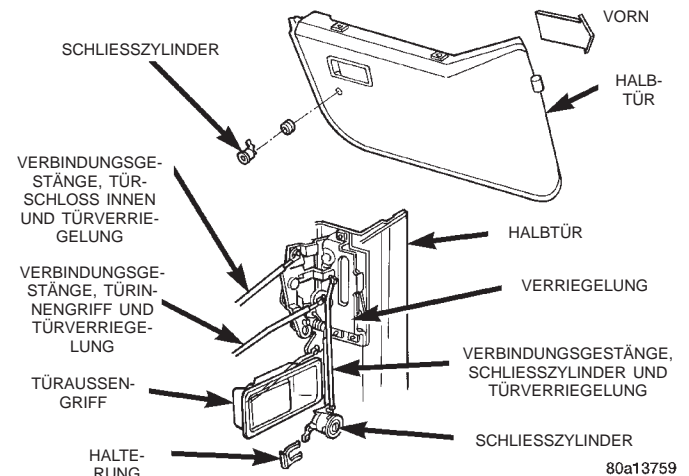
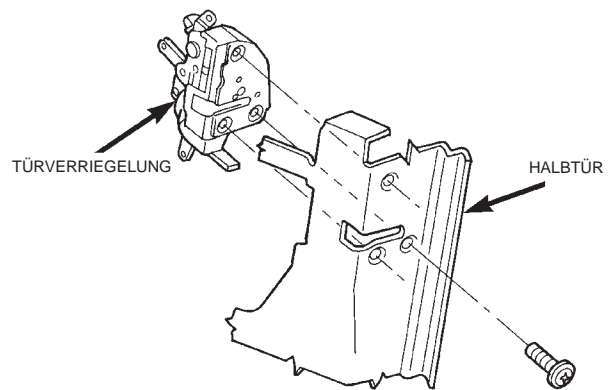

Abb. 36 Halbtür — Verbindungsgestänge der Türverriegelung
Abb. 37 Türverriegelung
(3) Verbindungsgestänge zwischen Schließzylinder und Türverriegelung aushängen (Abb. 36).
(4) Halteclip des Schließzylinders austrasten.
(5) Schließzylinder aus der Tür ausbauen.
(1) Türverkleidung abbauen.
(2) Verbindungsgestänge zwischen Schließzylinder und Türverriegelung aushängen (Abb. 36).
(3) Verbindungsgestänge zwischen Verriegelungsknopf und Türverriegelung aushängen.
(4) Verbindungsgestänge zwischen Türaußengriff und Türverriegelung aushängen.
(5) Mit einem Hartkunststoffstab oder einem ähnlichen Werkzeug die Türdichtung an der Türverriegelung abhebeln, um die Befestigungsschraube freizulegen, mit der die Türverriegelung an der Tür befestigt ist.
(6) Befestigungsschrauben lösen, mit denen die Türverriegelung an der Tür befestigt ist (Abb. 37).
(7) Verriegelung in der Tür absenken und Verbindungsgestänge zwischen Türinnengriff und Türverriegelung aushängen.
(8) Verriegelung von der Tür abbauen.
(1) Türverriegelung an der Tür ansetzen.
(2) Verbindungsgestänge zwischen Türinnengriff und Türverriegelung einhängen.
(3) Befestigungsschrauben ansetzen und festziehen, mit denen die Türverriegelung an der Tür befestigt ist.
(4) Türdichtung an der Tür anbringen. Nach Bedarf Klebstoff auftragen.
(5) Verbindungsgestänge zwischen Türaußengriff und Türverriegelung einhängen.
(6) Verbindungsgestänge zwischen Verriegelungsknopf und Türverriegelung einhängen.
(7) Verbindungsgestänge zwischen Schließzylinder und Türverriegelung anschließen (Abb. 36).
(8) Türverkleidung anbauen.